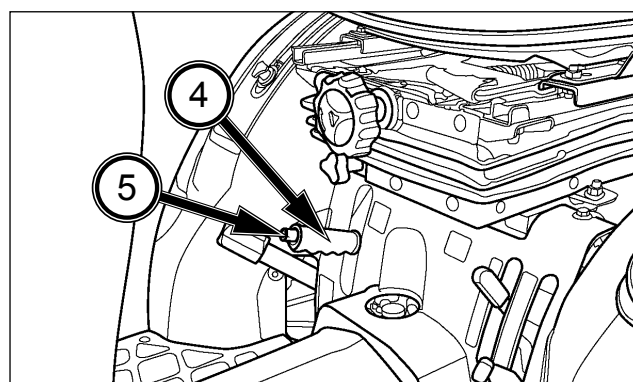

FIG. 46
FIG. 46 et 47 : Le frein de stationnement agit sur les roues arrière du tracteur. Pour serrer les freins de stationnement, relevez le levier de stationnement (4) pour bloquer les freins dans la position choisie.